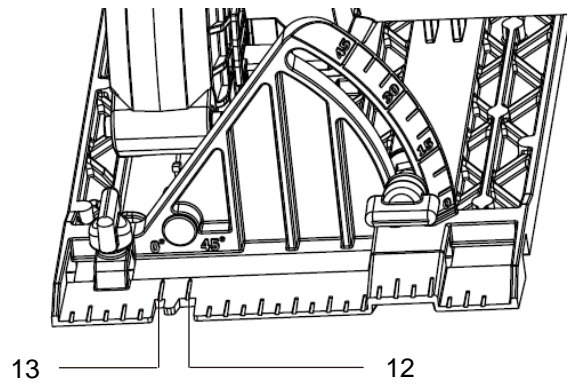

Fig. 13
3. Para cortes rectos, alinee la marca de corte de 0° (13) situada en la parte frontal de la placa base (7) con a su línea de corte (Fig. 13).
4. Para cortes en bisel a 45° , alinee la marca de corte de 45° (12) con su línea de corte (Fig. 13).